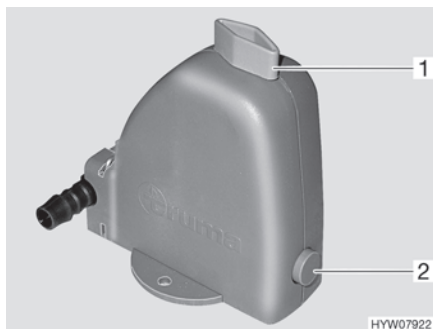

Fig. 94 Válvula de seguridad/purga
La calefacción está equipada con una válvula de seguridad/purga (Fig. 94). La válvula de seguridad/purga evita que el agua para la preparación de agua caliente se congele cuando no esté conectada la calefacción en caso de congelación.
- Cerrar la válvula de seguridad/purga. Para ello, girar el botón giratorio (Fig. 94,1) a la posición transversal en referencia a la válvula de seguridad/purga y hundir el botón (Fig. 94,2).
- Abrir la válvula de seguridad/purga. Para ello, girar el botón giratorio (Fig. 94,1) a la posición longitudinal en referencia a la válvula de seguridad/purga. El botón (Fig. 94,2) salta hacia fuera. El depósito de agua sanitaria se vacía hacia fuera a través de la válvula de seguridad/purga.